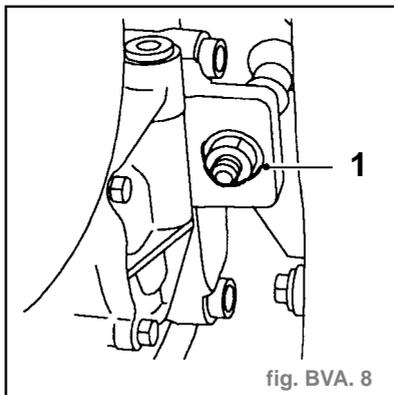

fig. BVA. 8
lentsilencieux moteur gauche et le jeter (1) (fig. BVA. 8).